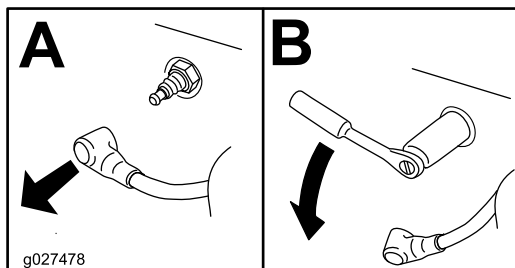

Figura 26
4. Retire la(s) bujía(s), tal y como se muestra en la Figura 26.